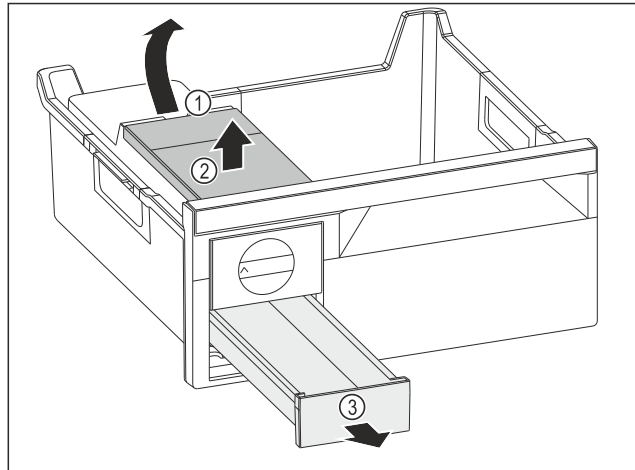

Fig. 86
- ▶ Изваждане на резервоара за вода: Повдигнете резервоара за вода при прореза Fig. 86 (1).
- ▶ Извадете резервоара за вода Fig. 86 (2) нагоре.
- ▶ Извадете чекмеджето за ледени кубчета Fig. 86 (3) напред.